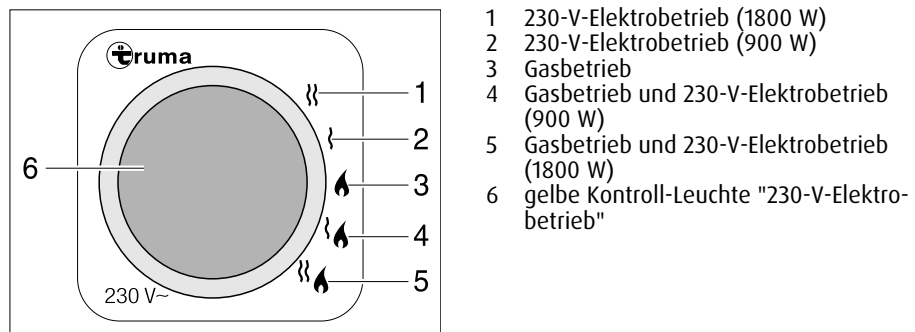

Bild 114 Energie-Wahlschalter für Heizung/Boiler
- Gasbetrieb (Bild 114,3)
- 230-V-Elektrobetrieb mit den Leistungsstufen 900 W (Bild 114,2) oder 1800 W (Bild 114,1)
- Gasbetrieb und 230-V-Elektrobetrieb (Mischbetrieb) mit den Leistungsstufen 900 W (Bild 114,4) oder 1800 W (Bild 114,5)
Wenn der 230-V-Elektrobetrieb gewählt ist, leuchtet die gelbe Kontroll-Leuchte (Bild 114,6).